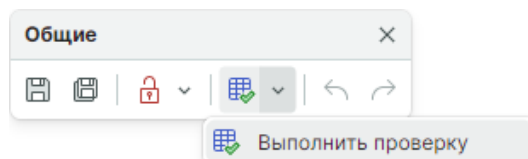

Рис. 21 Запуск проверки компонента
8. Выполните проверку компонента, см. Рис. 21.